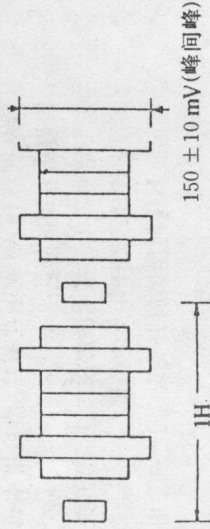

图6
②调节RT301,使示波器的读数为 $150 \pm 10\text{mV}$ (峰值),见图6。